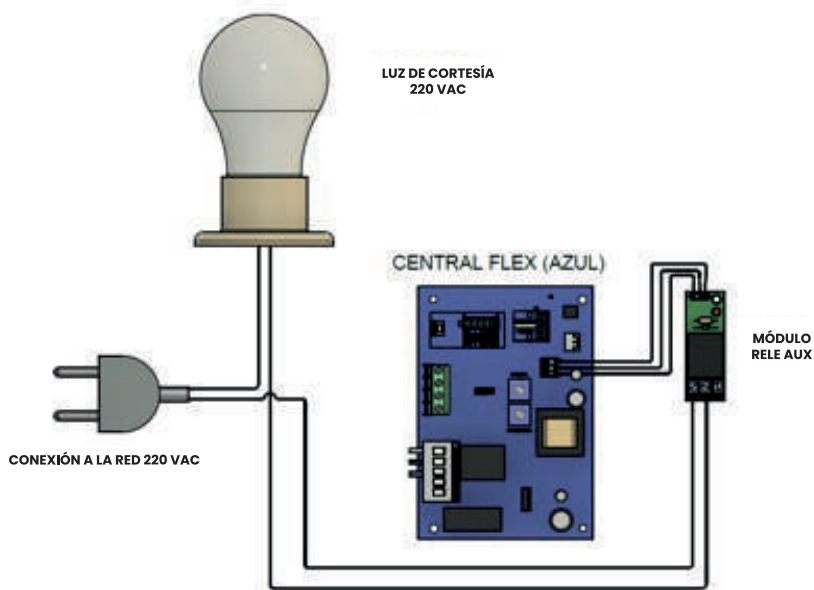

fig. 1
a) Si va a instalar una Luz de Cortesía de 220 VAC con el Módulo Relé de una vía en la Central Flex (Azul) de su accionador de Portón Veloti, la conexión debe realizarse como se muestra en la fig. 1.